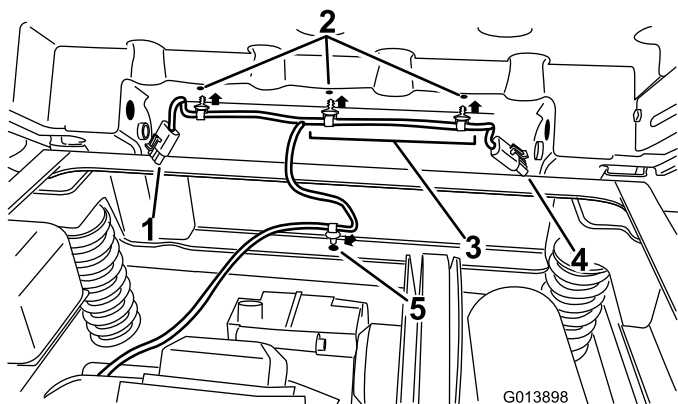

Figura 24
1. Localize os furos existentes da fixação no lado inferior da plataforma (Figura 24).
2. Coloque a cablagem traseira como se mostra em Figura 24. Tenha em atenção que a cablagem de maior comprimento que termina com um conector plano de quatro pinos para as luzes traseiras deve ser encaminhado para a luz traseira esquerda.